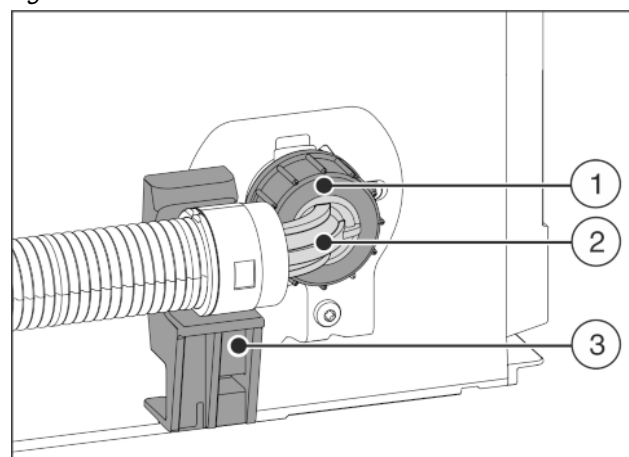

Fig. 22
- ▶ Позиционирайте огънатия край на маркуча Fig. 22 (2) хоризонтално към стойката Fig. 22 (3) и задръжте.
- ▶ Навийте гайката Fig. 22 (1) на ръка върху резбата, докато се постигне сигурно, здраво закрепване.